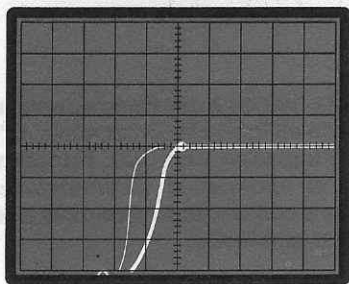

Fig.4 Se sullo schermo dell'oscilloscopio vi appare una traccia come visibile in figura, significa che avete invertito i terminali Base - Emittitore.
- a) Se appare una traccia come visibile in fig.4, possiamo dedurre che abbiamo invertito sul tracciacurve i due terminali BASE - EMETTITORE.
terminali BASE-EMETTITORE come abbiamo indicato in fig.4, ma questo potrebbe anche non corrispondere a verità, perchè, per i darlington di **media potenza**, questa traccia potrebbe anche significare una **insufficiente corrente di Base**.